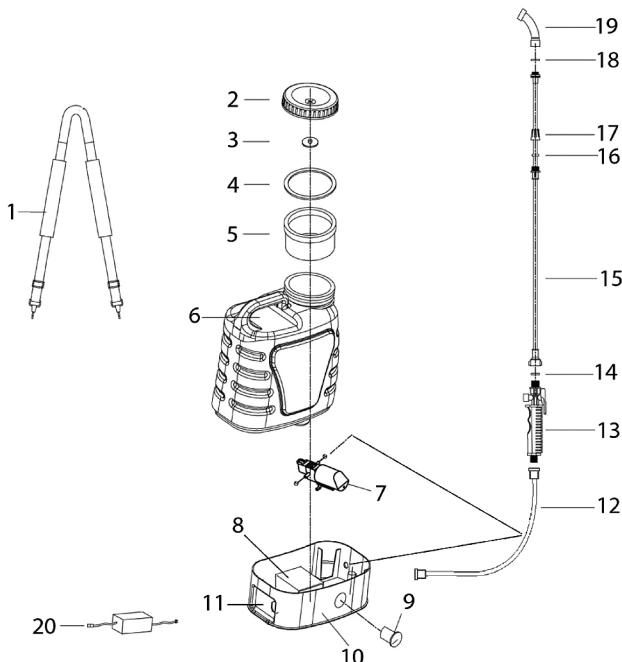
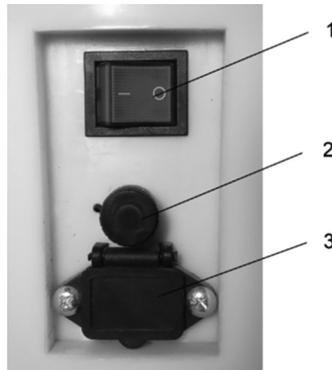

Рис. 1 Основные узлы и органы управления
Рис. 2 Панель управления
Распылитель аккумуляторный поступает практически в собранном состоянии. Для окончательной сборки необходимо извлечь распылитель из коробки, закрепить плечевые ремни, в соответствии с Рис. 1 подключить шланг, установить рукоятку управления, телескопическую трубку и необходимую форсунку (Рис. 3).
7. Приготовить требуемый раствор и залить жидкость в бак опрыскивателя через фильтр 5 заливной горловины (Рис. 1).
Для зарядки аккумулятора вставьте штекер зарядного устройства в разъем 3 (Рис. 2) на панели управления опрыскивателя. Затем вставьте вилку зарядного устройства в розетку электрической сети 230В/50Гц.
2. Для опрыскивания только с максимальным давлением переведите электрический выключатель 1 (Рис. 2) положение «I», нажмите на рычаг управления клапаном подачи на рукоятке управления 13 (Рис. 1) и начните опрыскивание. Если отпустить рычаг опрыскиватель выключится автоматически.
3. Для установки требуемого давления (от минимального до максимального) переведите электрический выключатель 1 в положение «O», затем нажмите на рычаг управления клапаном подачи на рукоятке управления. Поверните регулятор давления 2 (Рис. 2) по часовой стрелке и, вращая регулятор, установите требуемое давление. Отпустите рычаг управления клапаном подачи, опрыскиватель автоматически выключится.
- Переведите электрический выключатель 1 (Рис. 2) в положение «I».
- Для опрыскивания нажмите на рычаг управления клапаном подачи на рукоятке управления 13 (Рис. 1).
- Заряд аккумулятора контролируйте по индикатору 9 (Рис. 1).